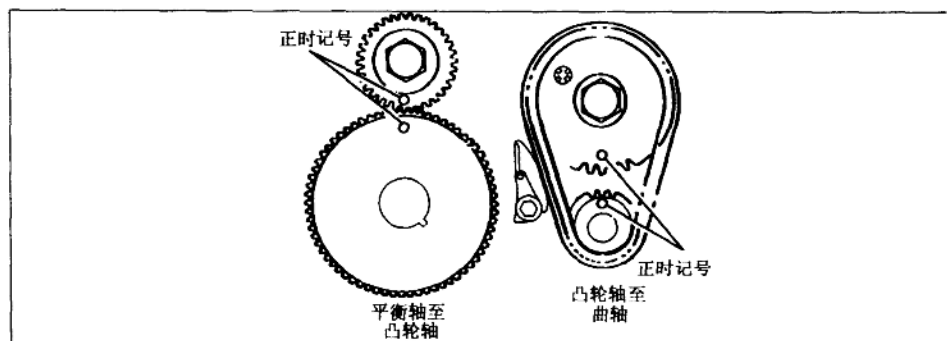

图 1-1-7 平衡轴和曲轴正时记号
(2) 正时链和链轮安装。
①如果发动机已转动,转动曲轴将第 1 缸置于上止点位置。
②装上凸轮轴链轮,转动凸轮轴链轮使正时记号向下。
③见图 1-1-7,将正时链装至凸轮轴和曲轴链轮上,并确保正时记号在一条线上。
④装上凸轮轴链轮螺栓,装上正时链减振器。